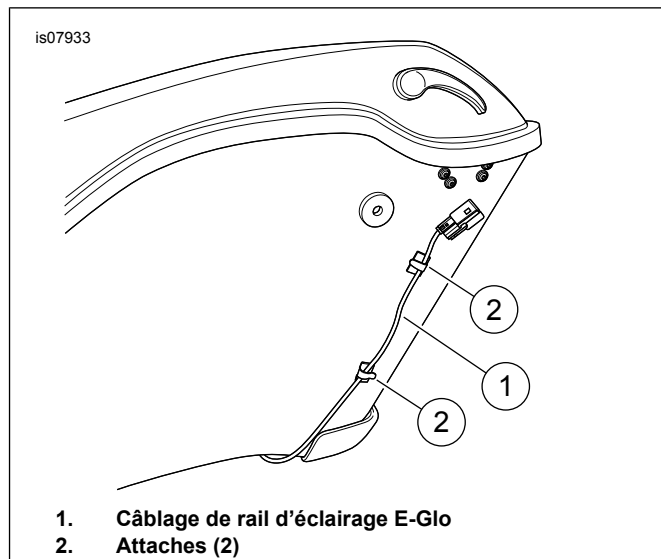

Figure 2. Acheminement des fils
13. Voir Figure 2. Acheminer le câblage du rail d'éclairage E-Glo comme indiqué. Fixer le câblage avec les attaches fournies dans le kit.